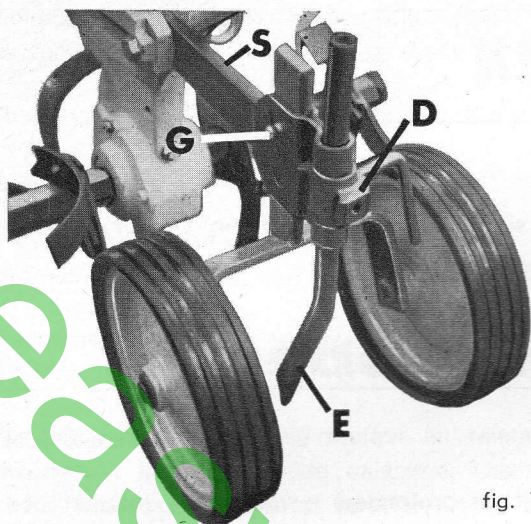

fig. 13
- Monter les roues jumelées sur le support éperon S et verrouiller avec l'axe et la goupille G (fig. 13).